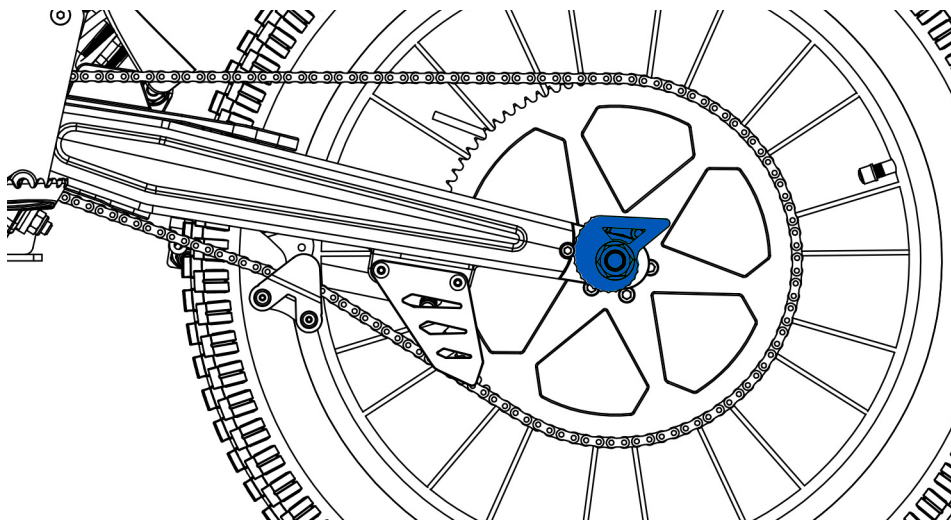

Fig. 13
- 3- Debe girar el regulador excéntrico (Fig. 13), hacia una posición dependiendo del juego de la cadena, y conseguir el tensado correcto. Debe asegurarse que el tope está situado entre los dientes del regulador excéntrico y los dos lados por igual. Estos componentes deben colocarse en la posición adecuada según el nivel de tensión requerido.
Cuando la tensión de la cadena alcanza la mitad del recorrido permitido, es necesario girar la excéntrica completamente para ajustar su posición. En la Fig. 13 se muestra la configuración correspondiente a la posición mínima de la rueda, la cual debe mantenerse hasta que se alcance la mitad del recorrido.